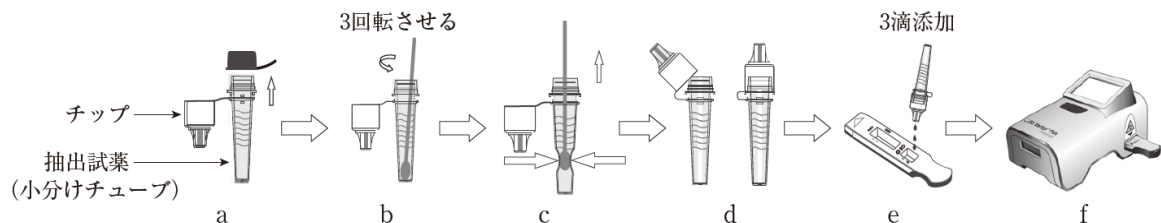

図 2. 操作手順
2. 小分けチューブのフタを開け（図 2 - a）、検体を採取した綿棒を浸し、内壁に沿って 3 回転させる（図 2 - b）。次に小分けチューブの外側から綿棒を軽く指でつまみ綿棒を抜き取る（図 2 - c）。
3. 上記、操作手順 2. にて試料調整した小分けチューブに付帯のチップをかぶせるようにして装着する（図 2 - d）。装着が正しく行われた場合はパチンと音がする。小分けチューブに付帯のチップ以外は使用しないこと。
4. テストプレートの試料滴下部に試料を 3 滴添加する（図 2 - e）。
7. 試料添加後 10 分間静置したテストプレートを、速やかに専用機器に挿入する（図 2 - f）。